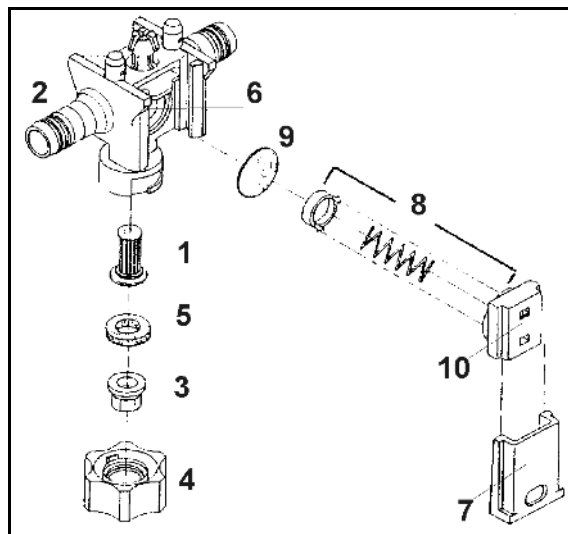

Fig. 201
2. Îndepărtați șuruburile (Fig. 201/1).
3. Scoateți capacul ventilului (Fig. 201/2).
4. Scoateți grupele supape (Fig. 201/3) .
5. Extrageți etanșarea inelară a supapei (Fig. 201/4) și inelul O (Fig. 201/5).